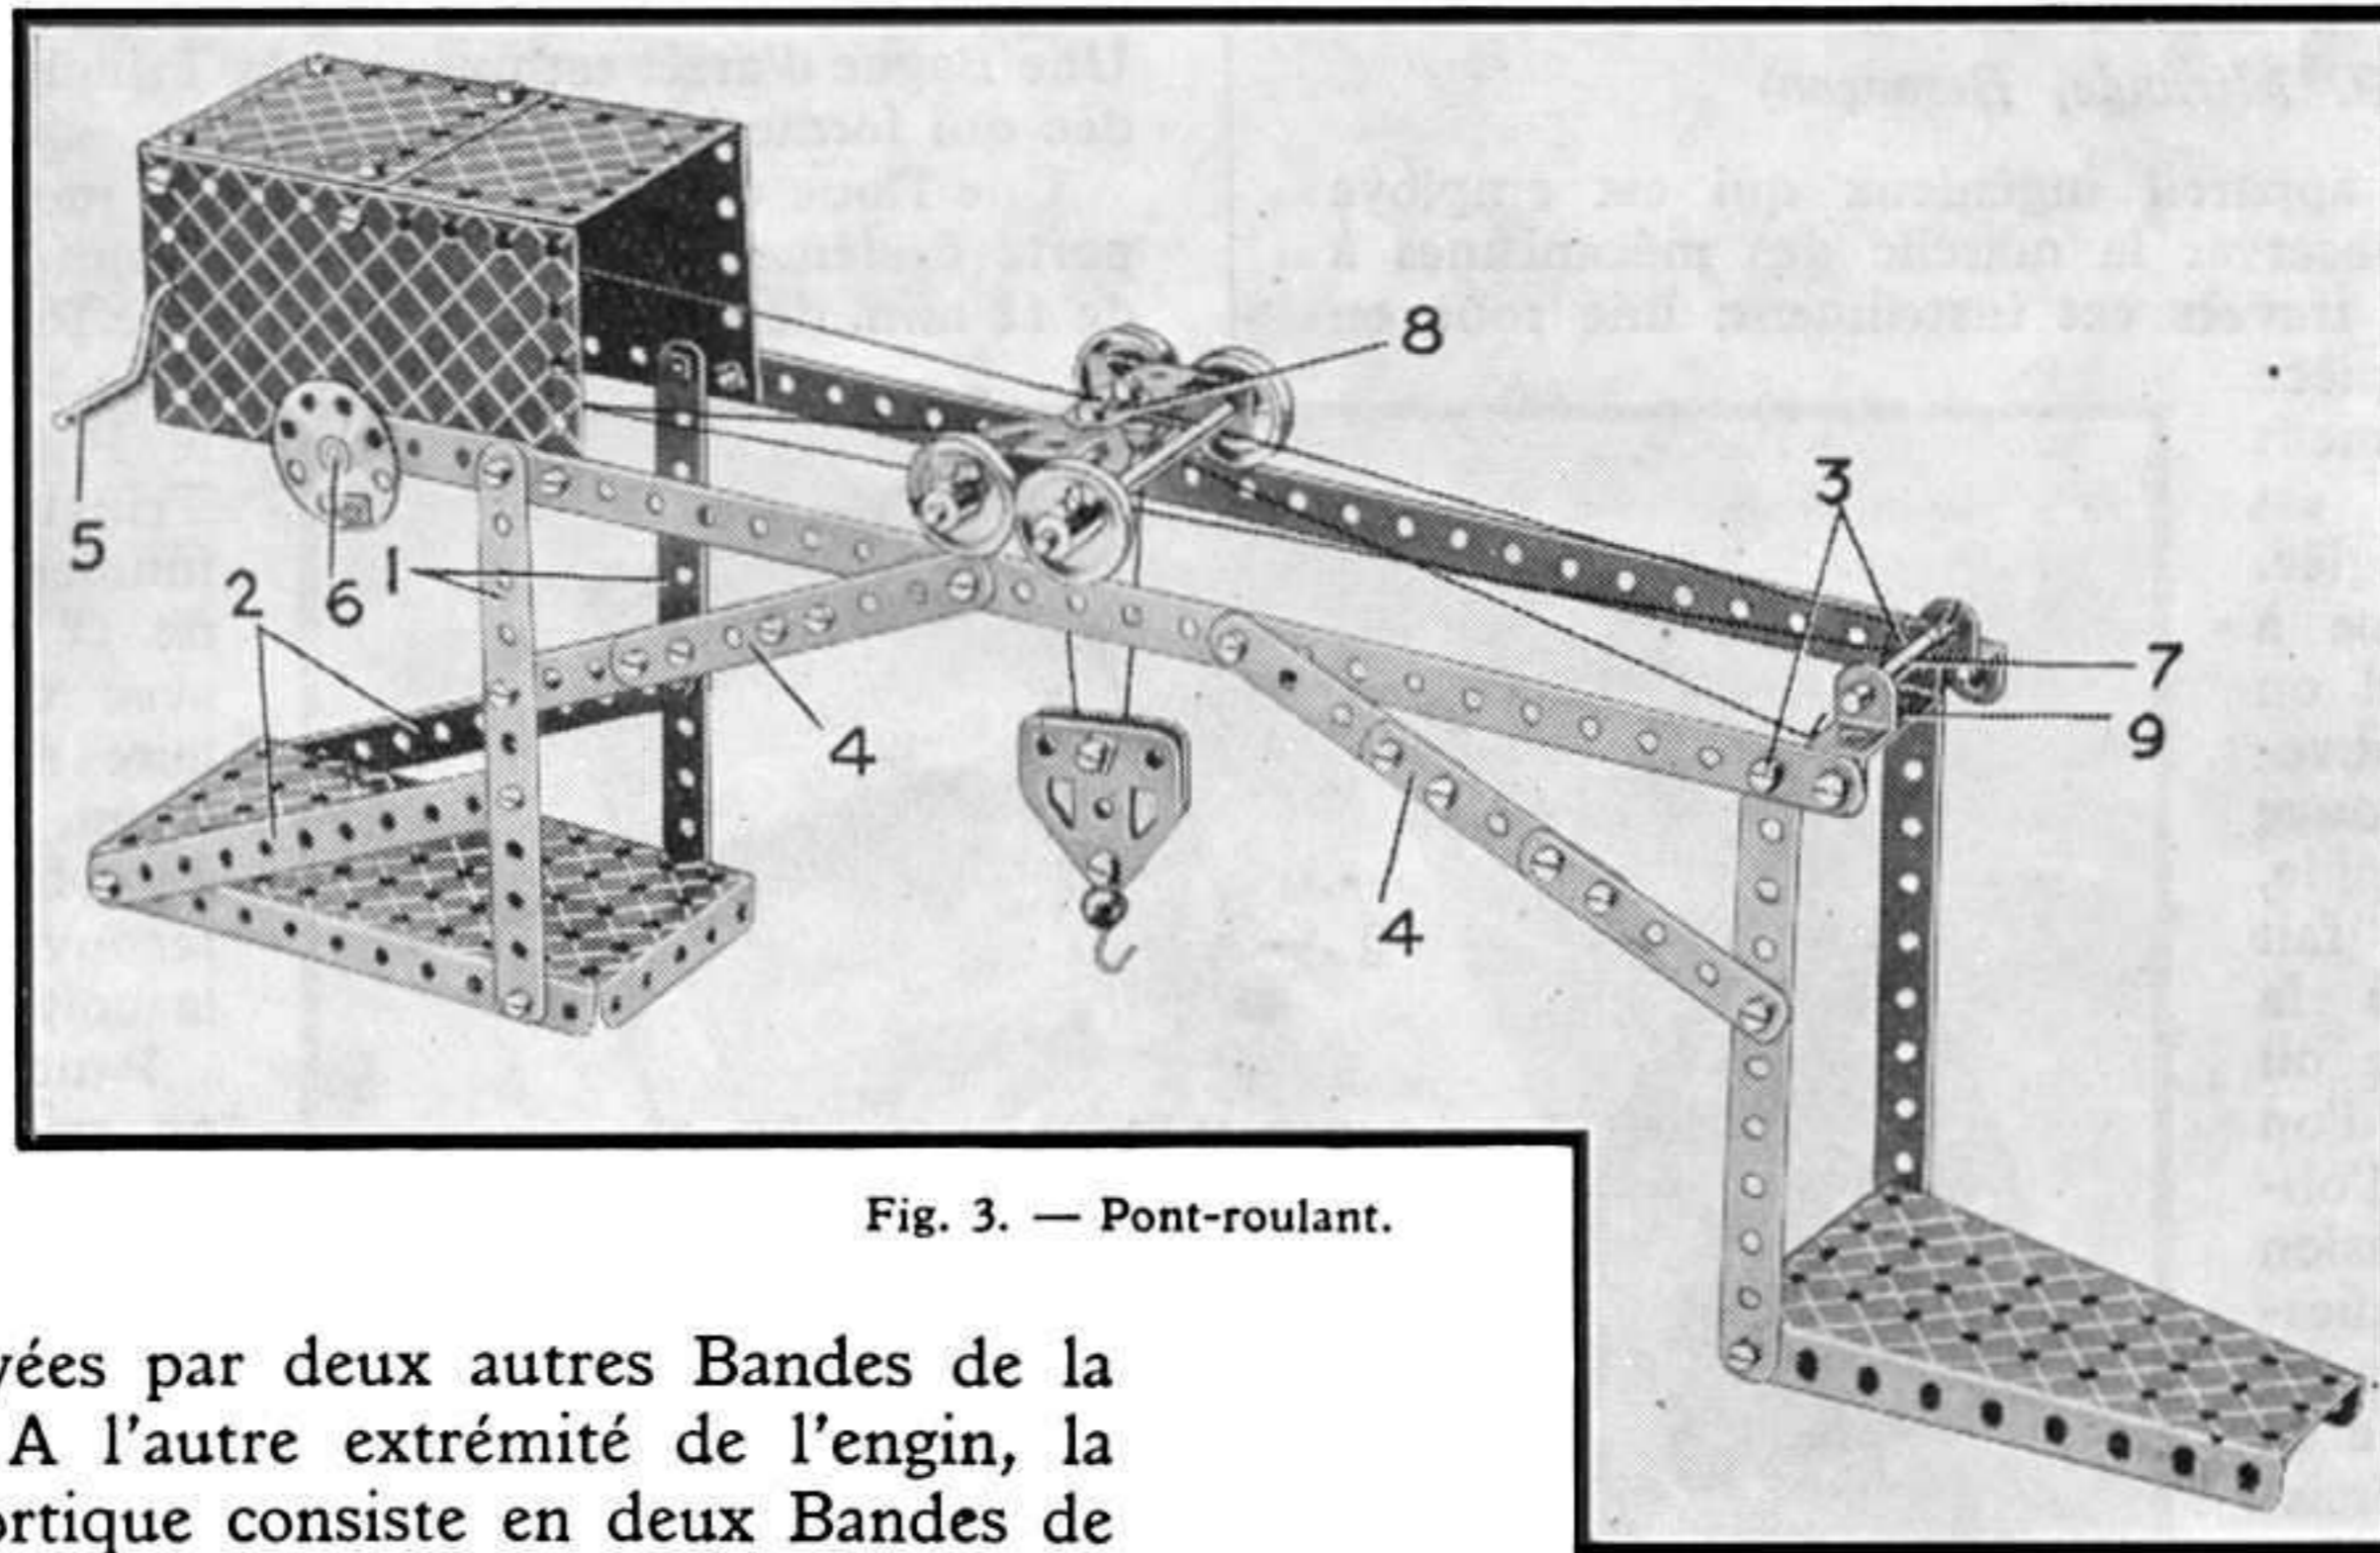

Fig. 3. — Pont-roulant.
Sur la figure 3 on voit un modèle du pont roulant construit avec la Boîte B. A gauche, le pont est supporté par deux Bandes de 14 cm. 1 qui sont fixées à une Plaque à Rebords de 14×6 cm. et étayées par deux autres Bandes de la même longueur (2). A l'autre extrémité de l'engin, la partie verticale du portique consiste en deux Bandes de 14 cm. boulonnées à une Plaque Secteur de 11 cm. $1/2$. Les Bandes verticales formant les montants sont réunies par des Bandes de 32 cm. sur lesquelles roule le chariot. Les boulons 3 fixent entre ces Bandes une Bande Coudée de 60×12 mm. Chacun des éléments 4, servant à consolider la structure, se compose de trois Bandes de 6 cm.